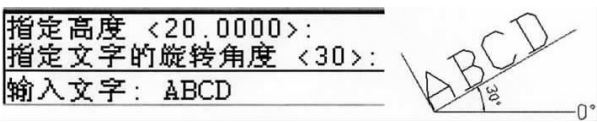

图 10.8 轴测图文字样式倾斜角图示
(2) 使用“单行文字”输入文字时 ,命令行提示“指定文字的旋转角度” ,需要输入具体的角度值 ;或“多行文字”命令输入文字时 ,命令行会在“指定对角点”提示的同时显示“旋转角”选项 ,选择之 ,输入具体的角度值。因此 ,轴测图上使用“文字”命令 ,其旋转角的输入规律是 ,文本逆时针旋转输入正值角度 ,文本顺时针旋转输入负值角度。如图 10.8 所示。